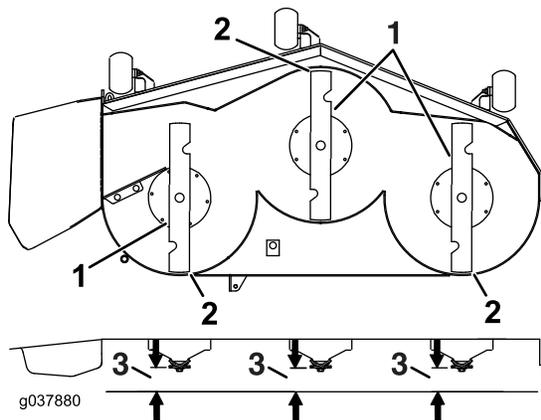

**Figura 101**
6. Mida entre la punta de la cuchilla y la superficie plana (Figura 101). Si ambas mediciones no están dentro de los 5 mm (3/16"), ajuste la nivelación; siga con este procedimiento.
14. Gire cuidadosamente las cuchillas colocándolas perpendicularmente al sentido de avance de la máquina (Figura 101).